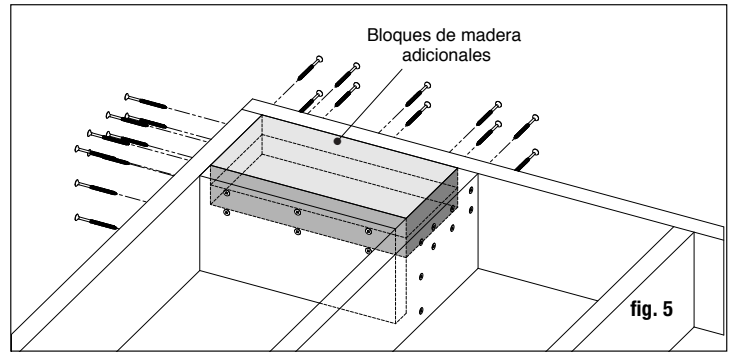

fig. 5
Paso 2 Instalación de postes: Para instalar los postes, fije la base de aluminio a la superficie de la terraza. Posicione el poste de manera que el sujetador entre en la viga del piso y asegúrese de que el piso de terraza esté firmemente sujeto a la viga en la ubicación del poste. Es necesario colocar bloques o monturas estructurales apropiadas debajo del material del piso para terraza cuando fije el poste a una terraza con marco de madera, porque el piso para terraza por sí mismo no está aprobado como montura estructural (fig. 5).